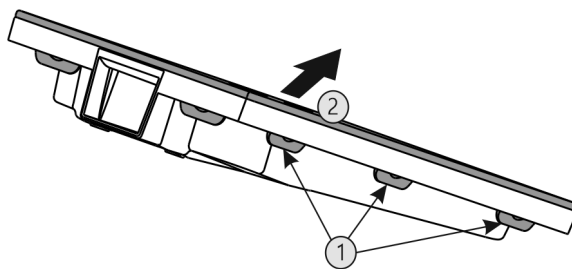

Fig. 39
- ▶ Stlačte za sebou všechny západky Fig. 39 (1) a sejměte kryt Fig. 39 (2).